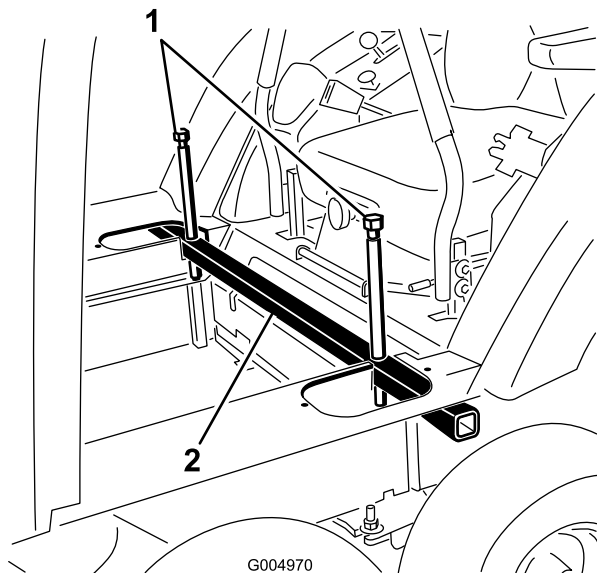

Figure 120
30. Desserrez les boulons de levage et déposez le tube de levage de la cabine par les découpes du plancher (Figure 120).